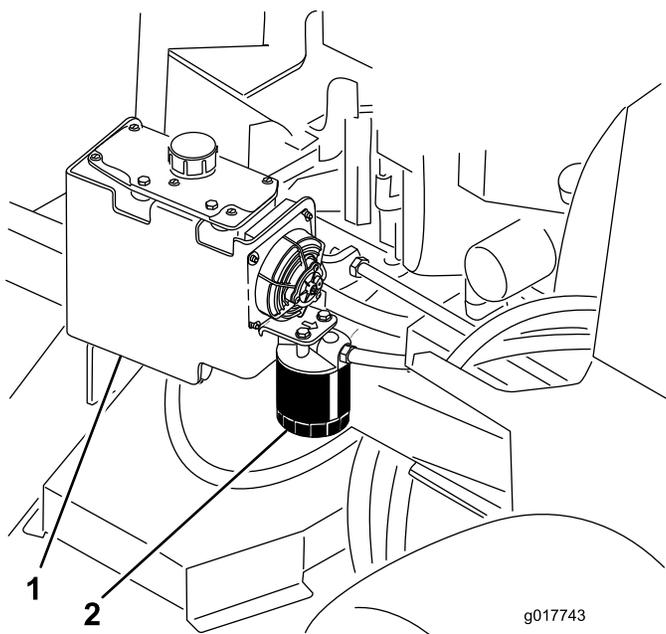

Figure 82
- Trouvez le filtre et placez un bac de vidange au-dessous (Figure 82).